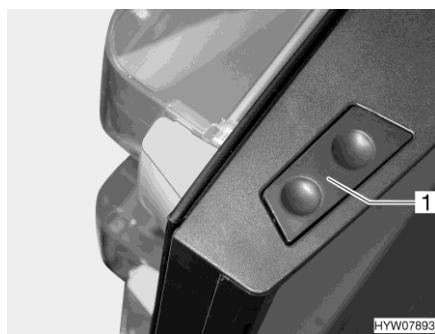

Fig. 251 Tasto di sblocco (porta del frigorifero, serie Dometic 8)
- Apertura:** ■ Premere il tasto di sblocco (Fig. 251,1) e aprire la porta del frigorifero.